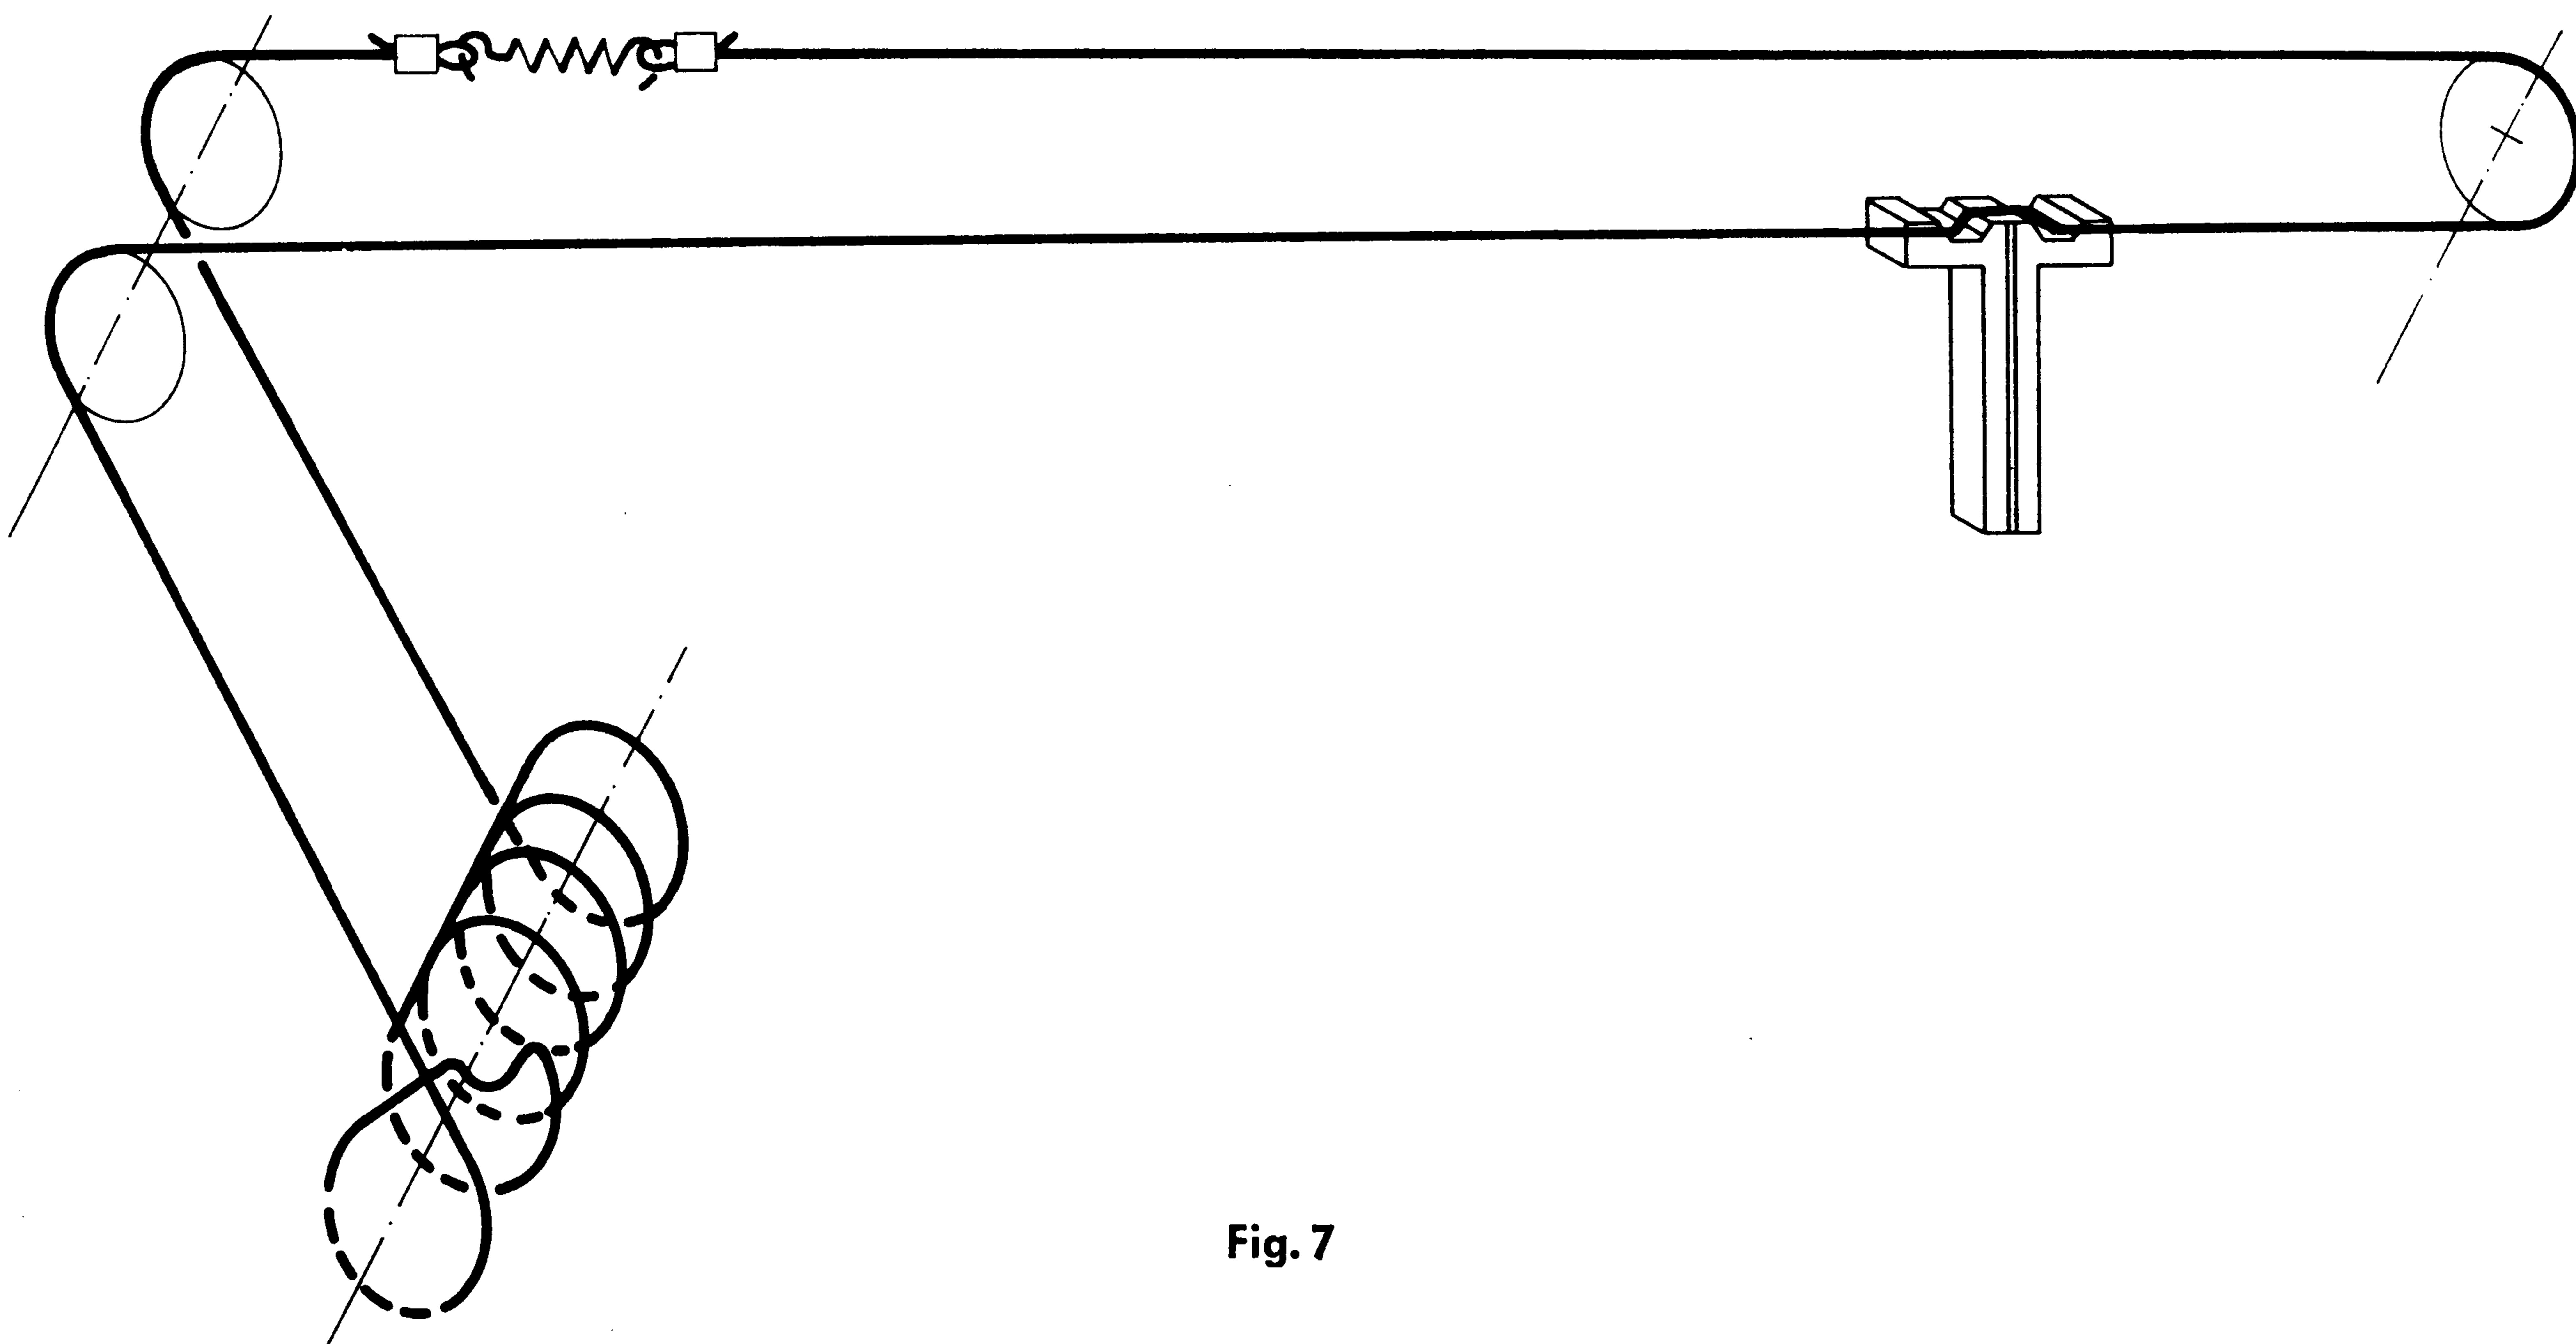

Fig. 7
3. Skalenseil (Länge ca. 0,68 m) nach Fig. 7 auflegen.
3. Place drive cable as shown in fig. 7 (length approx. 25.6 inch.).